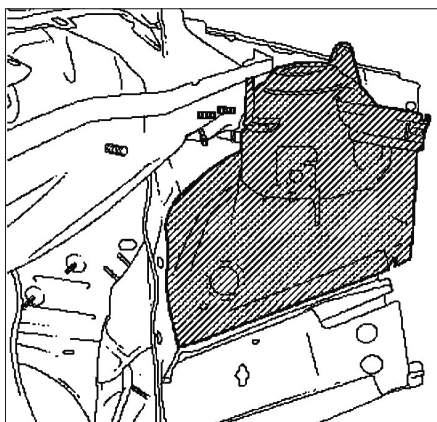

FIG. 11
- Retirer par perçage la partie arrière du passage de roue (fig. 11).